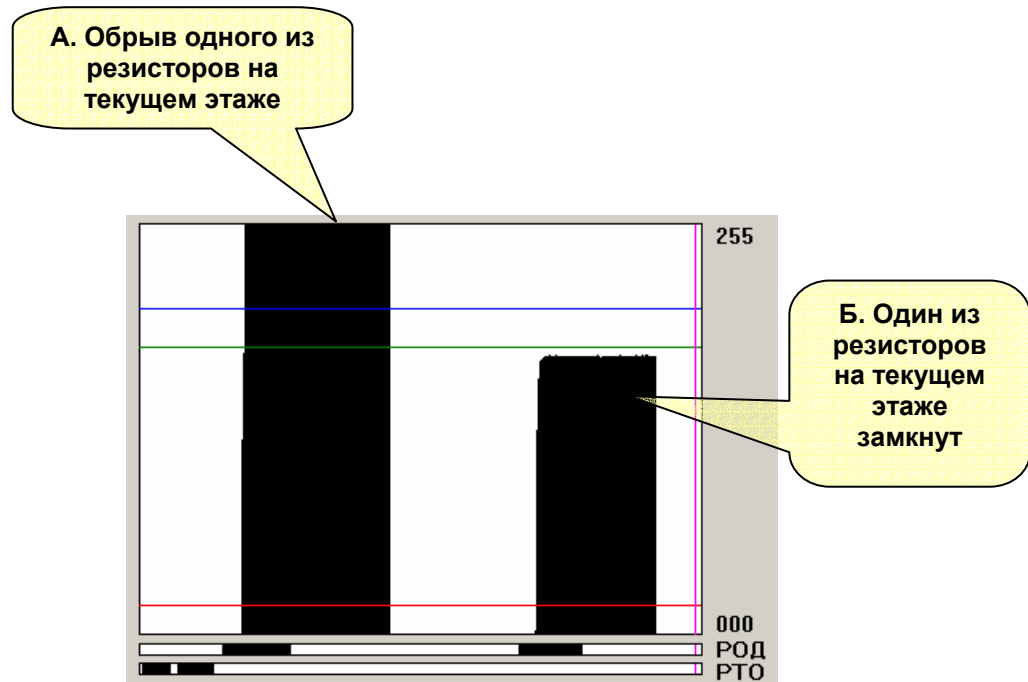

Рисунок 11 - Основные виды неисправностей резисторов
9. Повторить пункты 7-8 для всех этажей. Возможны следующие виды неисправностей (см. рисунок 11):